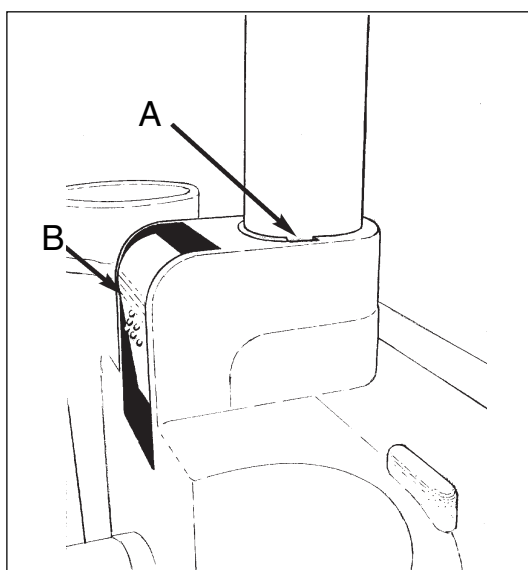

Figura 5
- b. Baje la empuñadura totalmente en el alojamiento del depósito hasta que la marca en el tubo de la empuñadura está por debajo del nivel (consulte la figura 5, ítem A). Esto asegurará que la empuñadura esté bien ajustada.
- c. Empuje la empuñadura a la posición de traba (consulte la figura 5, ítem B) .